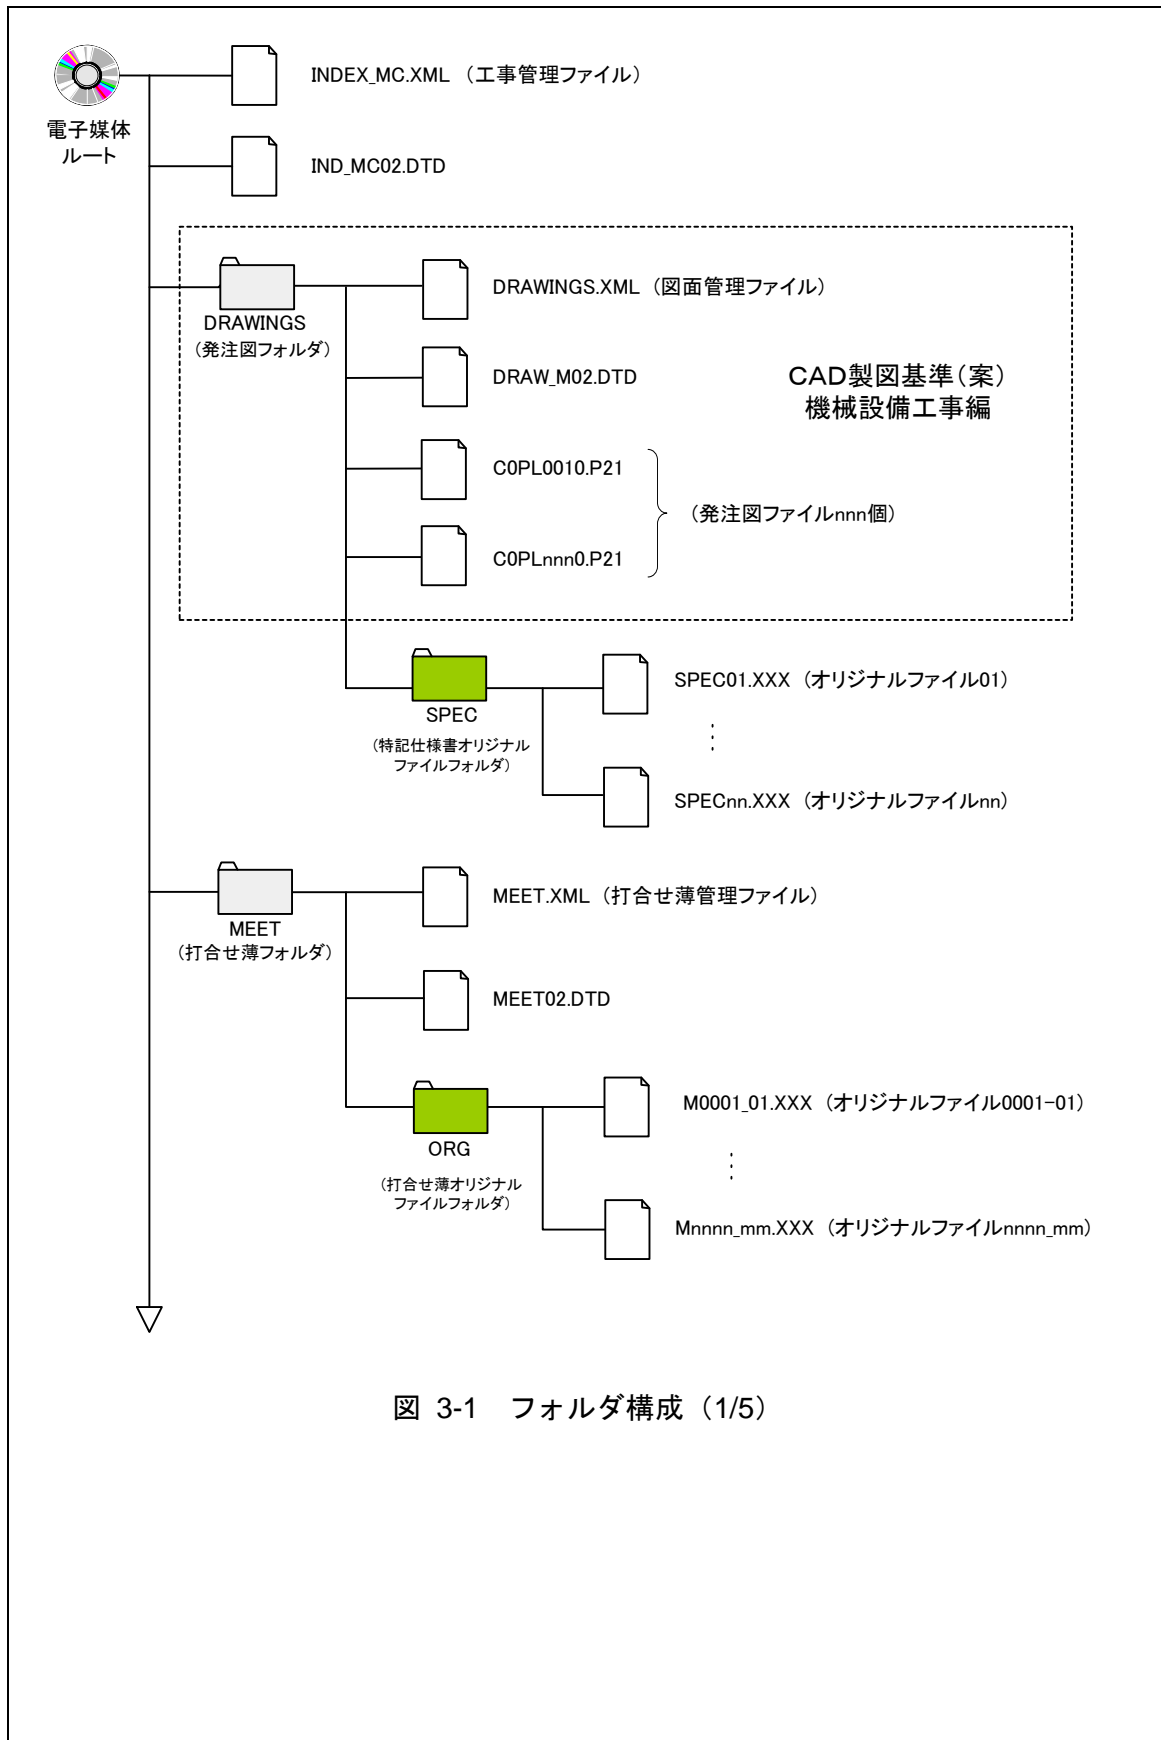
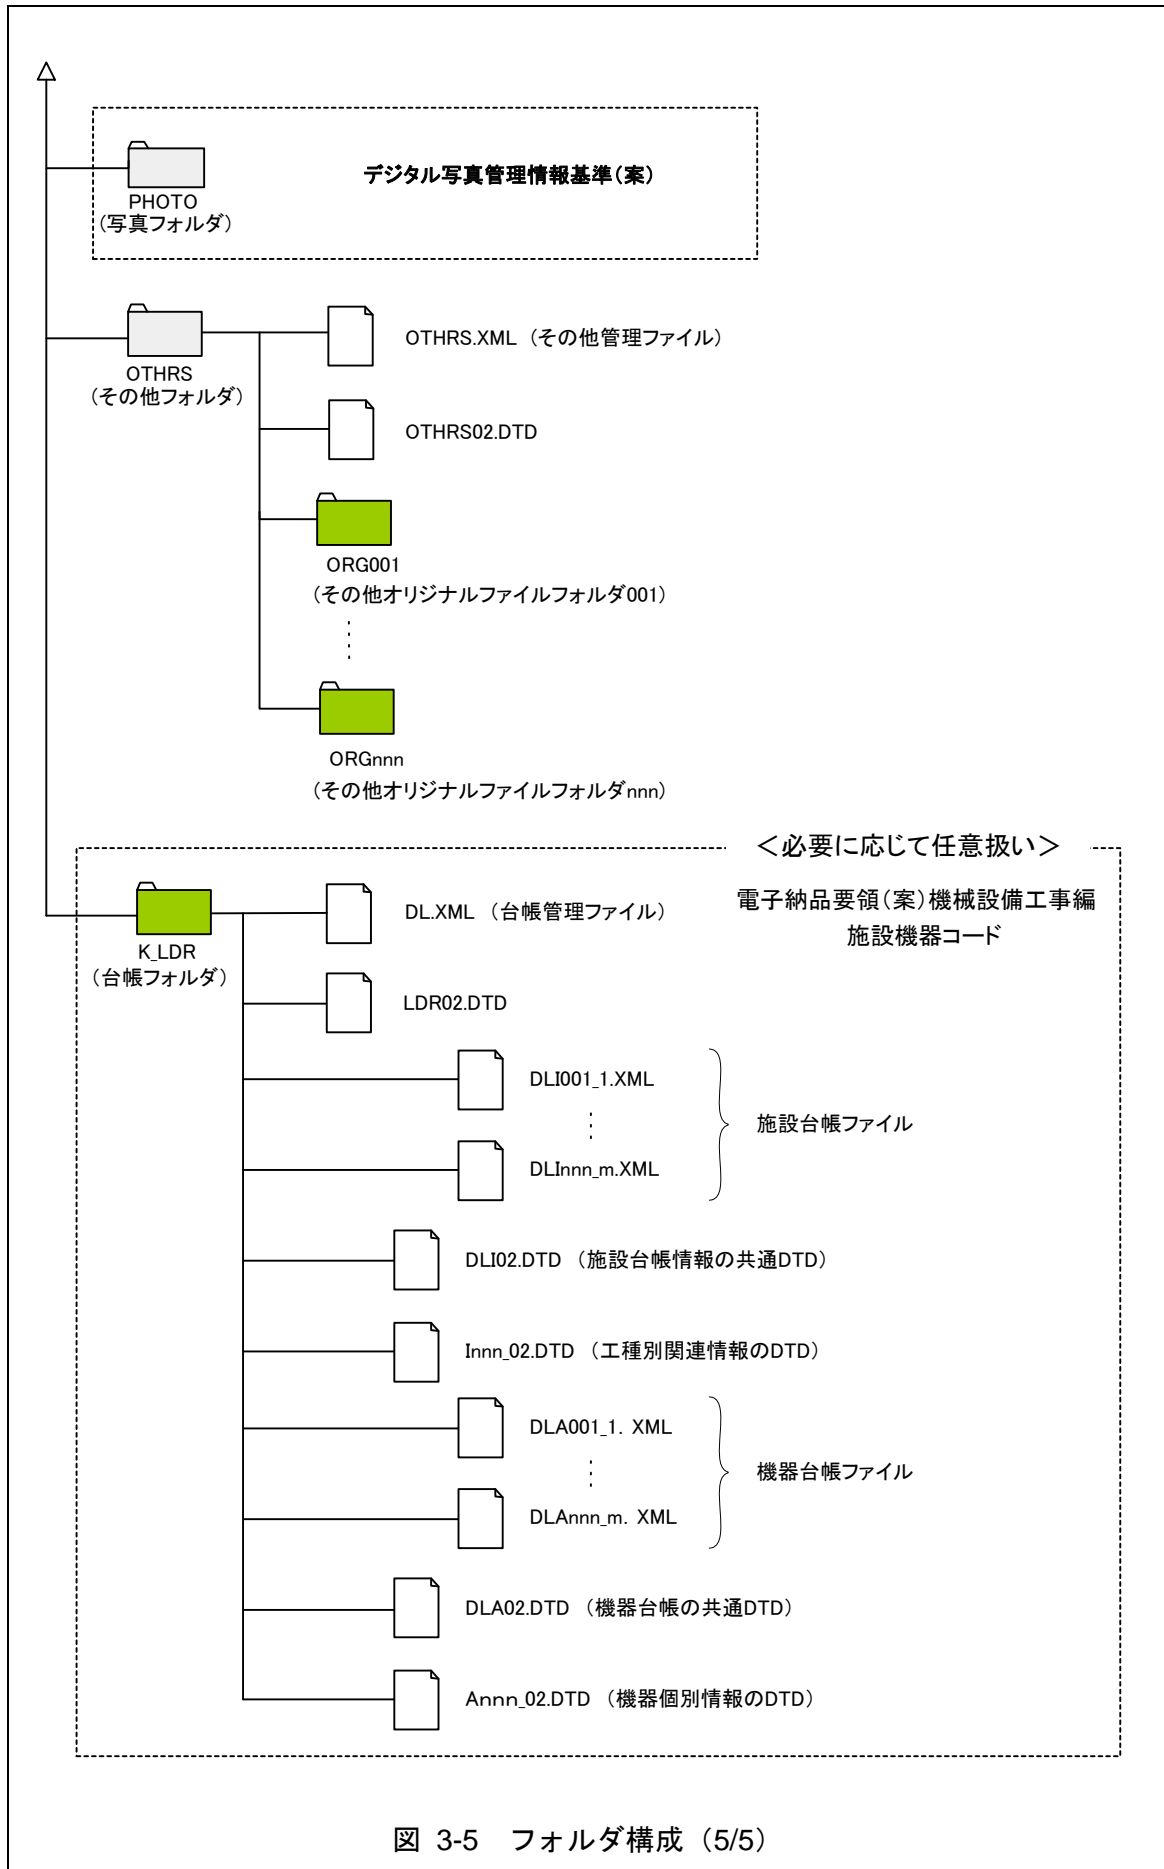

図 3-1 フォルダ構成 (1/5)
図 3-5 フォルダ構成 (5/5)
電子的手段により引き渡される成果品は、図 3-1～図 3-5に示すフォルダ構成とする。
電子媒体のルート直下に「DRAWINGS」、「MEET」、「PLAN」、「DRAWINGF」、「K_BOOK」、「PHOTO」、「OTHRs」、「K_LDR」のフォルダ及び工事管理ファイルを置く。各管理ファイルを規定する DTD 及び XSL ファイルも該当フォルダに格納する(図 3-1～図 3-5参照)。ただし、XSL ファイルの格納は任意とする。
- 図 3-1から図 3-5のフォルダの順番は、例示であり、表示の順番はこれによるものではない。